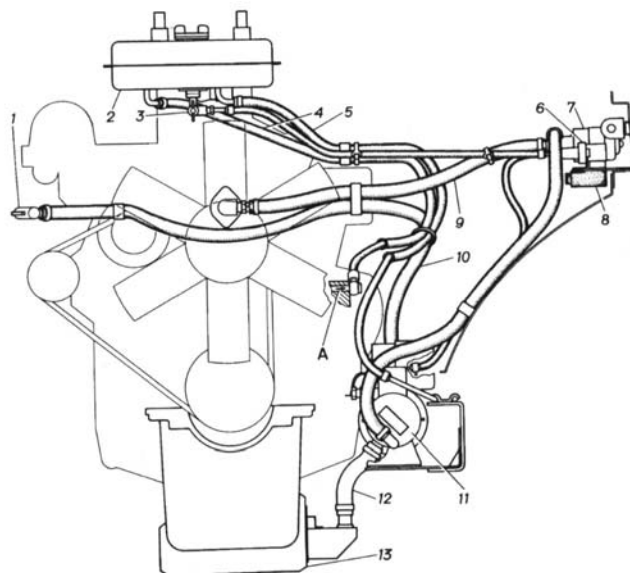

Рис.7.2. Установка пускового подогревателя и его оборудования:
Подогреватель 12 (рис.7.2) расположен в подкапотном пространстве на левом лонжероне рамы и представляет из себя тепловой агрегат, выделяющий тепло за счёт сгорания в его горелке топлива.
- открыть краник 3 (см. рис.7.2) топливного бачка подогревателя;